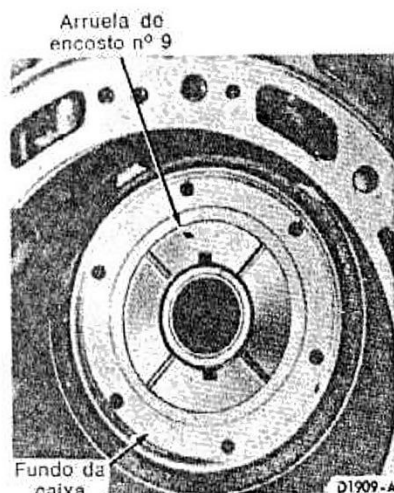

fig. 92 — localização da arruela de encosto nº 9
1. Instalar a arruela de encosto nº 9 no interior da caixa da transmissão (fig. 92).
11. Colocar a caixa da transmissão no suporte de trabalho com o lado de montagem da bomba voltado para cima. **Certificar-se de que a arruela de encosto nº 9 já está instalada no fundo da caixa da transmissão (fig. 92).**